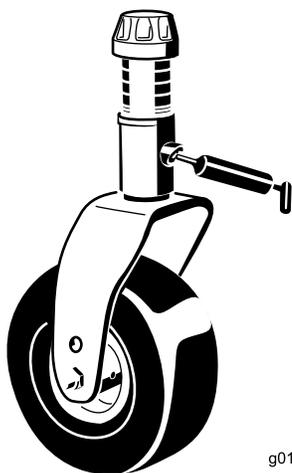

Figura 47
- Casquilho do eixo da forquilha da roda giratória (1) (Figura 47)
- Casquilhos articulados do braço intermédio (1) (no braço intermédio)